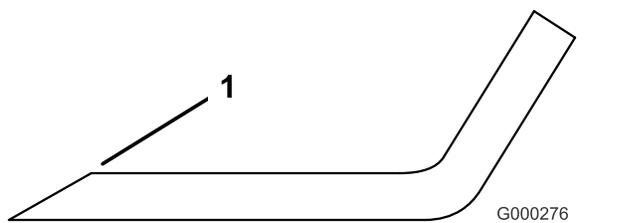

**Figura 113**
2. Verificate accuratamente i taglienti, con particolare attenzione ai punti d'incontro delle sezioni piatta e curva della lama (Figura 113).
**Nota:** Sabbia e materiali abrasivi possono consumare il metallo che connette le sezioni piatta e curva della lama, per cui si consiglia di controllare la lama prima di usare il tosaerba. Se notate dell'usura (Figura 113), sostituite la lama.